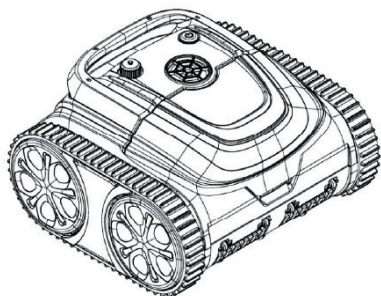

Рисунок 4-1
4.3.1 Выньте корзину фильтра: Для этого поместите робота на борт бассейна, откройте крышку рукой в соответствии с Рис. 4-1, корзина фильтра показана на рисунке 4-2.